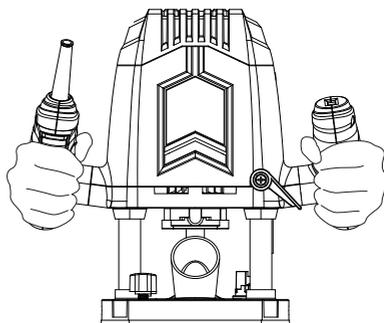

Рис. 24
- > Убедитесь, что рычаг установки глубины (16) зажат, прежде чем устанавливать изделие на заготовку.
- > Продолжайте давить на ручки (3, 11), одновременно перемещая рычаг установки глубины (16) в его положение зажима, когда нужная глубина резки будет достигнута (Рис. 24).